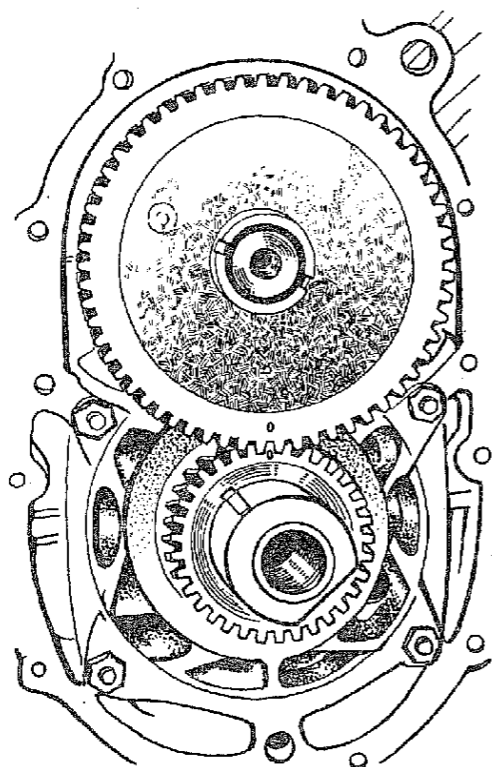
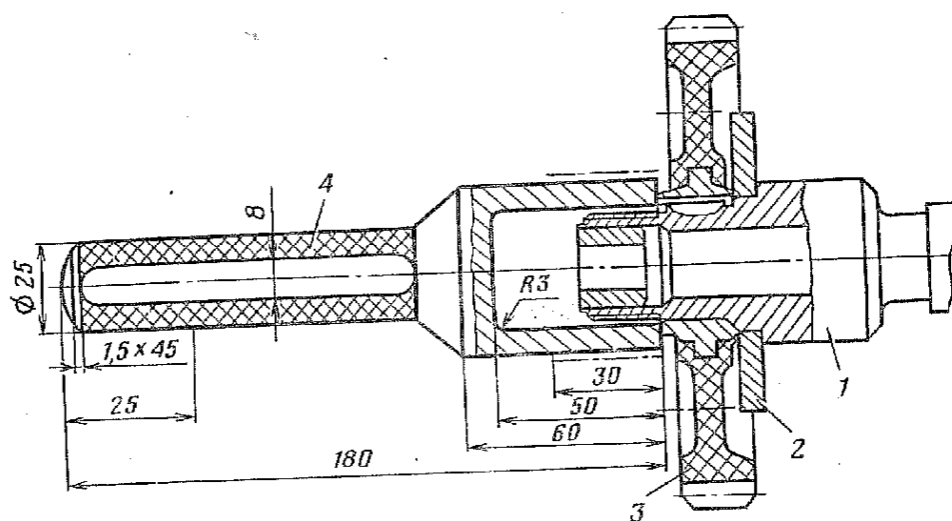

Рис. 30. Совмещение меток шестерен газораспределения
Рис. 31. Оправка для напрессовки шестерни распределительного вала:
3.3. Установить на распределительный вал шпонку 5 и напрессовать шестерню 2, совместив метки на торцах шестерни распределительного вала и шестерни коленчатого вала, как показано на рис. 30 (оправка, рис. 31; молоток 500 г).